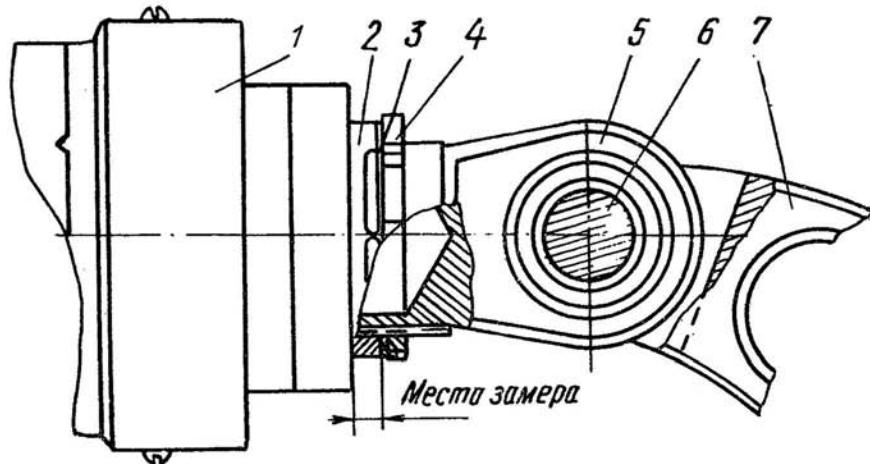

Рис. 3.4. Соединение силового цилиндра с рычагом основной стойки шасси:
9. Замерьте и запишите величину выхода штока 2 (размер «б»), (см. рис. 3.4).